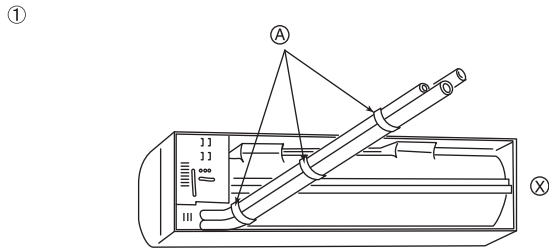
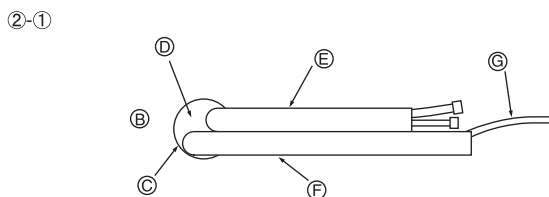

Fig. 3-4
Fig. 3-5
① Arka, sağ ve alt boru bağlantıları. (Fig. 3-4)
- ② Sol ve arka sol boru bağlantıları
- ②-① Arka sol boru bağlantısı için, boruların doğru uzunluğunu saptamak amacıyla boruları delikten çekip çıkarınız ve sonra da bükünüz. İç ünite duvar montaj mesnedine asılı olmalıdır. (Fig. 3-5)